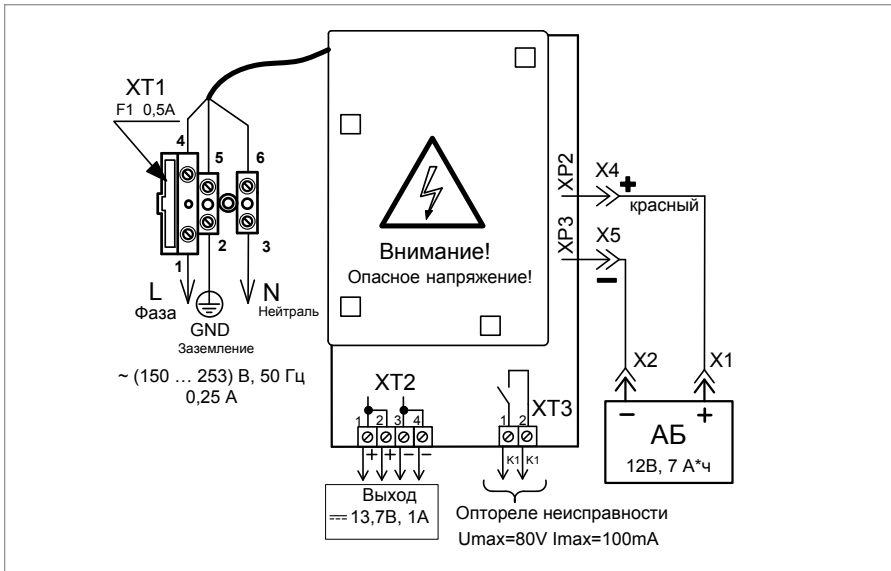

Рисунок 9. Схема подключения РИП-12 исп.20 (РИП-12-1/7М2-Р)
1.4. Схема подключения РИП-12 исп.20 (РИП-12-1/7М2-Р) приведена на Рисунок 9.
- 1.11. Проверьте правильность произведённого монтажа в соответствии со схемой подключения (Рисунок 9).
- 2.8. Отключите аккумуляторную батарею от платы РИП, отсоединив контакты Х1, Х2 от клемм АКБ (см. Рисунок 9).